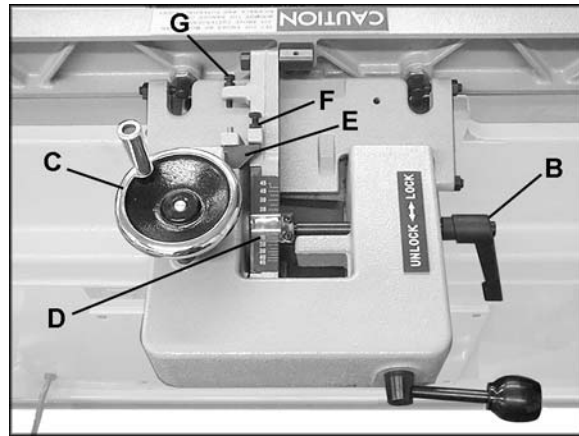

Figura 16
1. Afloje la manija de bloqueo (B, Figura 16).
3. Gire la manivela (C, Figura 16) hasta que el ángulo deseado sea indicado en la escala (D, Figura 16). O puede colocar su material de trabajo biselado sobre la mesa contra la guía y rote la manivela (C, Figura 16) hasta que el ángulo de la guía coincida con el bisel de su material de trabajo.
4. Ajuste la manija de bloqueo (B, Figura 16).
**IMPORTANTE:** Al terminar la operación de inclinación y una vez que la guía sea regresada a su posición de 90 grados, no olvide colocar el bloque de tope (F, Figura 16) de regreso a su posición original.
1. El tope de 90 grados es controlado por el tornillo (F, Figura 16) y el bloque de tope (E, Figura 16).
2. Afloje la manija de bloqueo (B, Figura 16) y afloje la tuerca del tornillo (F, Figura 16).
4. Mueva la guía hasta nivelarse exactamente por el medidor de ángulo. Gire el tornillo hasta que el mismo haga contacto con el bloque de tope. (E, Figura 16).
5. Ajuste la tuerca hueca del perno (F, Figura 16) y bloquee la manija (B, Figura 16).
2. Afloje la manija de bloqueo (B, Figura 16) y afloje la tuerca del tornillo (H, Figura 17).
5. Ajuste nuevamente la tuerca hueca del perno (H, Figura 17) y bloquee la manija (B, Figura 16).